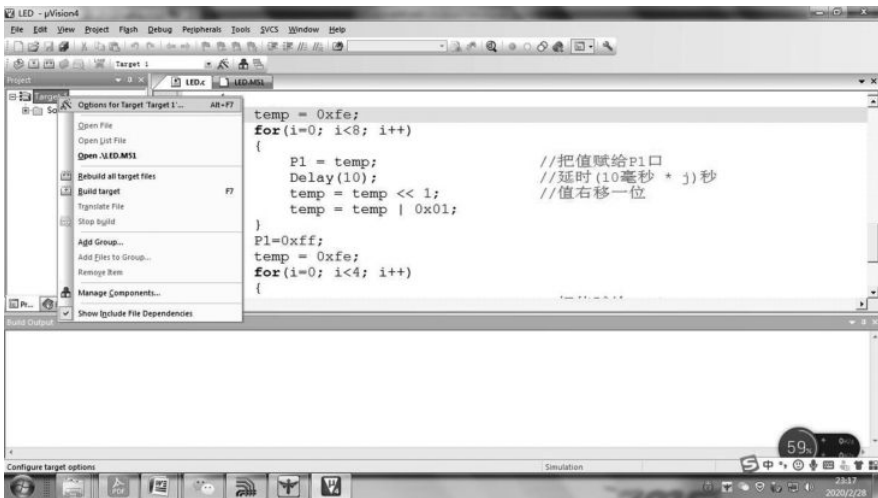
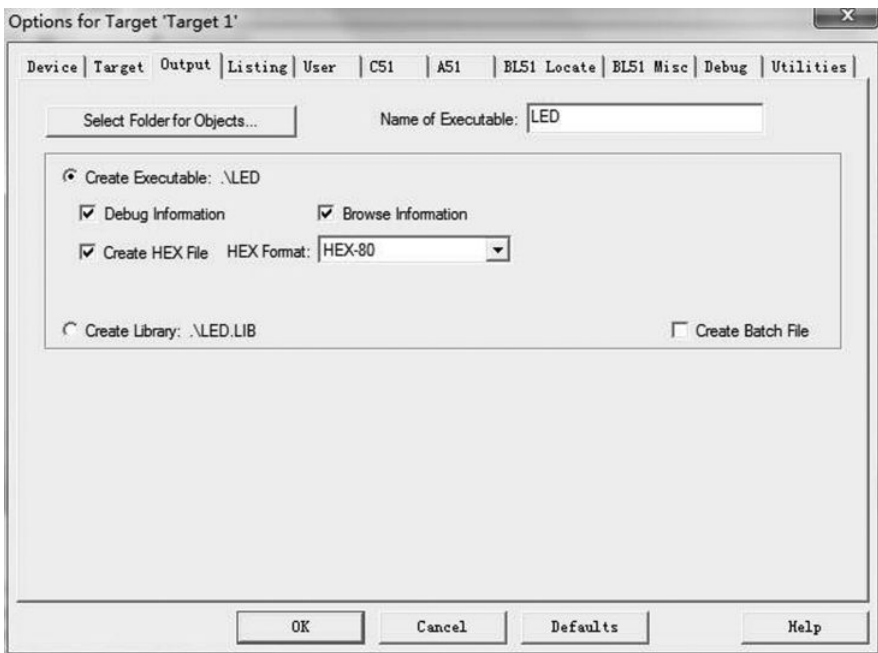

图 1.2.14 进入设置设备选项
图 1.2.15 勾选“Create HEX file”选项
⑥创建 HEX 文件。用右键单击工程窗口【Target1】下拉菜单中的【Options for Target 'Target 1'】或者单击界面上的 ，如图 1.2.14 所示，在弹出的菜单中，选择【Output】选项，然后勾选【Create HEX File】，最后点【OK】，如图 1.2.15 所示。